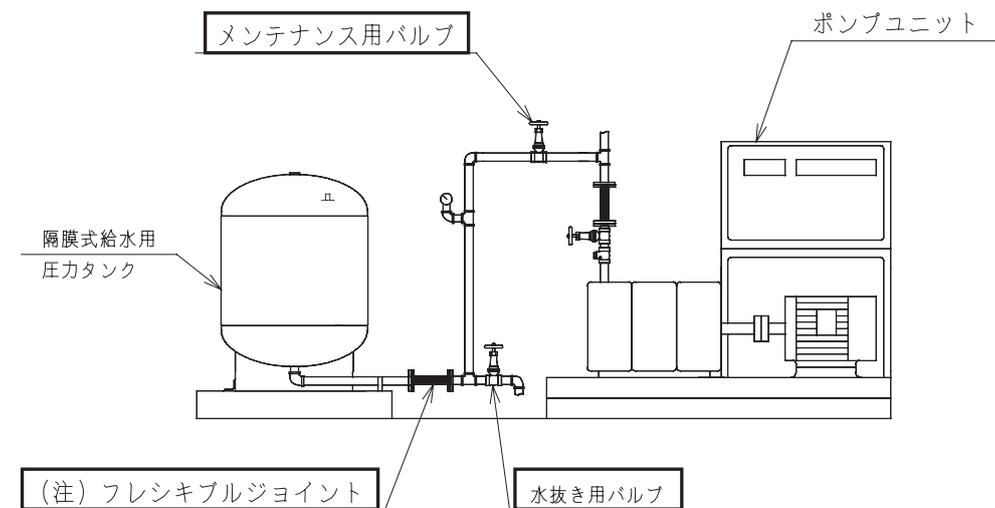
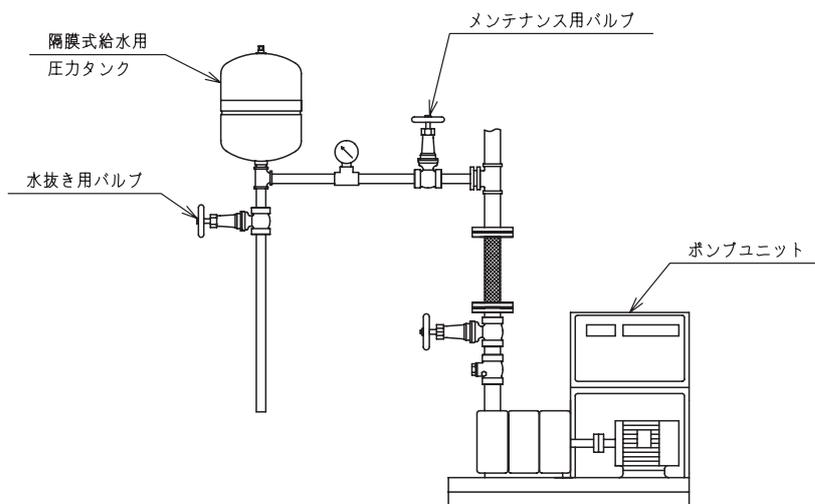

図 6-3 施工例 (WX - 39VK ~ 76VK)
図 6-4 施工例 (WR-71-R $\frac{3}{4}$ 、WX-17-R $\frac{3}{4}$ ・24-R $\frac{3}{4}$)
- ① システム接続口への配管には、「メンテナンス用バルブ」「水抜き用バルブ」およびフレキシブルジョイントまたはフランジ（図 6-3 参照）を設けてください。なお、WR-71-R $\frac{3}{4}$ 、WX-17-R $\frac{3}{4}$ ・24-R $\frac{3}{4}$ については、フレキシブルジョイントおよびフランジ（図 6-4 参照）の取付けは不要です。
（本書第6章「据付け・配管施工時のお願い」図6-3、図6-4参照）